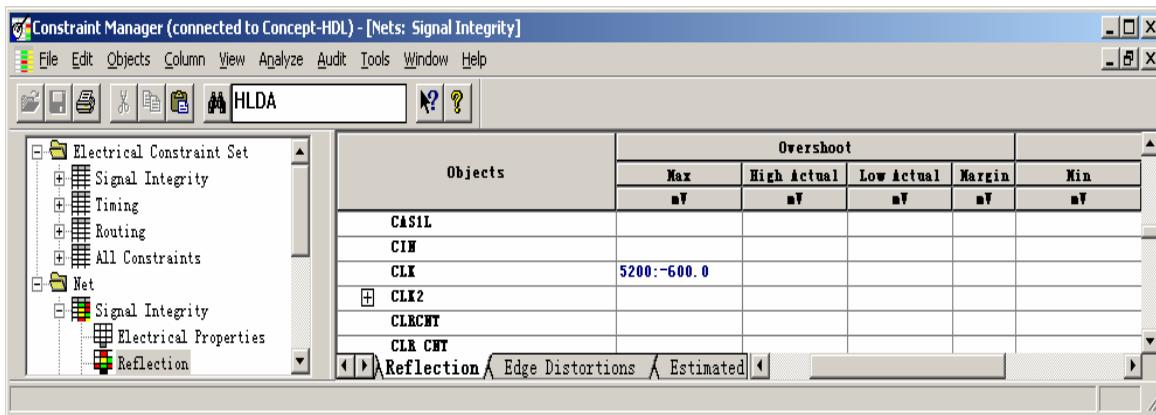

图 7-4 【Reflection】工作表已经被更改
19. 打开【Reflection】工作表查看, 可以看到。【Overshoot】栏【Max】值已经更改为“5200:-600”, 并删除【Noise Margin】栏【Min】值。请见图 7-4。